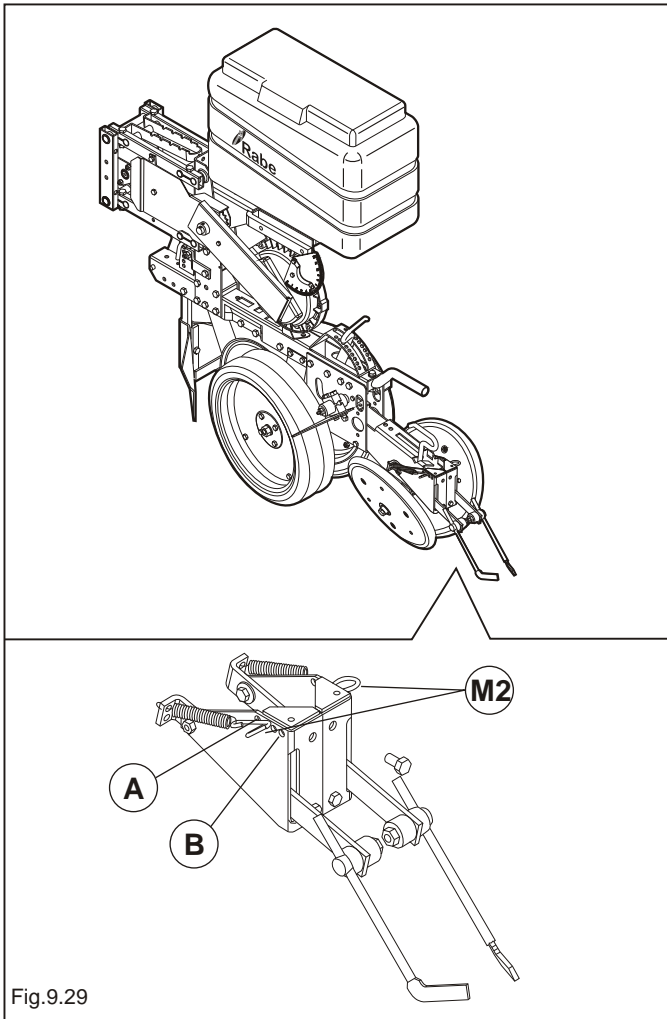

Fig.9.29
- Striegel hinten (Abb.9.29).
Zur Einstellung des Striegeldrucks (Abb.9.29) ist die Feder **M2** in die Stellung **A** zu versetzen, wenn der Druck verringert, bzw. nach **B**, wenn der Druck erhöht werden soll.